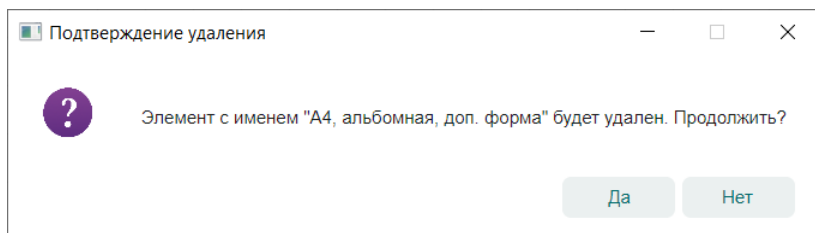

Рис. 88 Подтверждение удаления
3. В окне «Подтверждение удаления» нажмите «Да» для подтверждения удаления атрибута или «Нет» для отмены действия, см. Рис. 88.